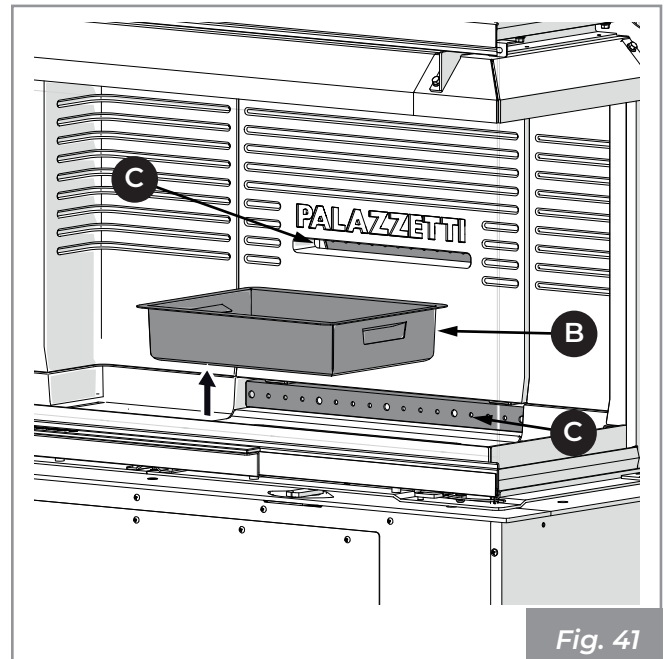

Fig. 41
- 2) Retirer le tiroir à cendres (B) de la base et aspirer les cendres déposées dans les compartiments situés en dessous (**Fig. 41**).
- 3) Aspirer les trous avant et arrière (C) du distributeur d'air de combustion afin d'éviter une éventuelle accumulation de cendres (**Fig. 41**).